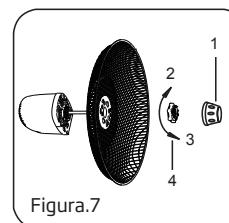

Figura.7
- Desparafuse o spinner no sentido horário (ou retire o spinner do saco) e a porca de plástico no sentido anti-horário para remover os dois. Fixe a grade traseira no motor e, em seguida, aperte a porca de plástico novamente. (Figura.7)